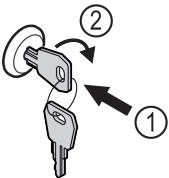

Fig. 192
- ▶ Пъхнете ключа Fig. 192 (1).
- ▶ Завъртете го на 90° по посока на часовниковата стрелка Fig. 192 (2).